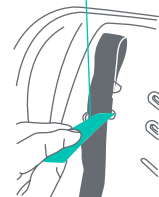

Fig. 32-1
6. Al utilizar la Herramienta incluida para enhebrar el cinturón, inserte las Correas del arnés a través de las Ranuras seleccionadas en el paso 2 anterior, en la almohadilla y en la carcasa del asiento, respectivamente (Fig. 32-1).